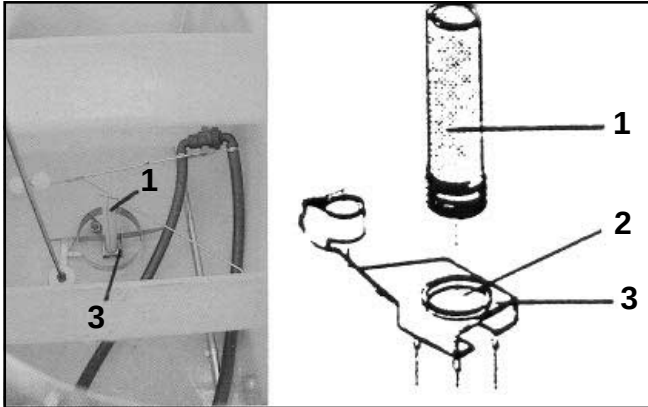

Fig. 12.4
Avec l'urée, nous recommandons l'emploi du filtre (fig. 12.4/1) afin d'éviter que des particules d'urée non dissoutes, ne parviennent pas, lors du remplissage, dans la zone de l'aspiration et dans certains cas ne puissent arriver à boucher la vanne-filtre.
- Retirez le bouchon du raccord fileté (fig. 12.4/2) placé dans le puisard.
- Vissez vers la droite le filtre pour urée dans le piètement (fig. 12.4/3).